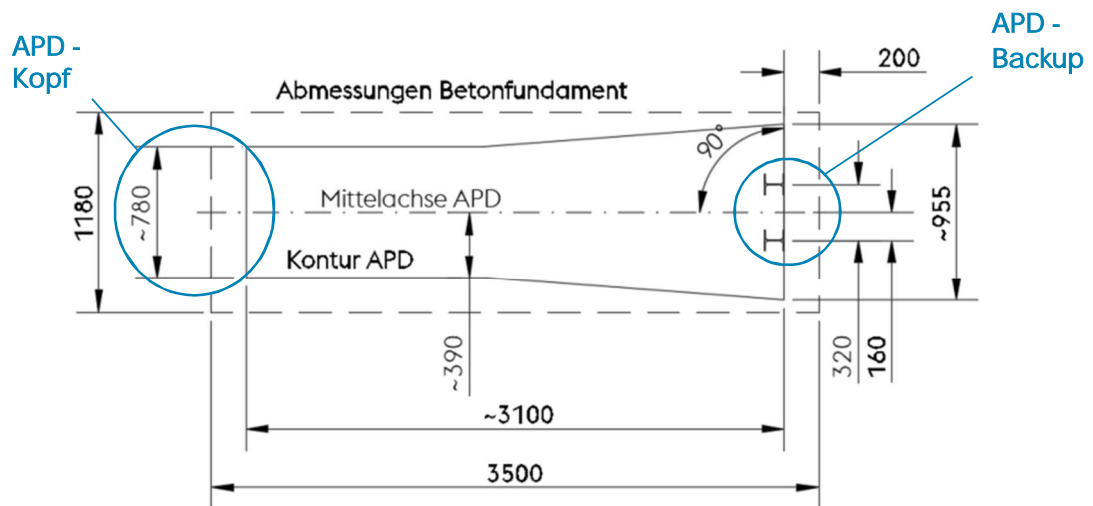

Abbildung 1
- Die Gesamtschichtdicke aller eingebauten Asphaltdeckendicken bzw. die Betondecke darf 20 cm nicht unterschreiten. Dies gilt auf einer Fläche entsprechend der Kontur des APDs gemäß Abbildung 1 plus einem allseitigen Zuschlag von mindestens 20cm. Bei geringeren Dicken ist die Vorgehensweise im Einzelfall mit dem Hersteller abzustimmen.
Die Mittelachse des APD und die im rechten Winkel dazu liegende Achse der beiden I120-Stehler (siehe Abb. 1) sind auf der Montageebene zu markieren.